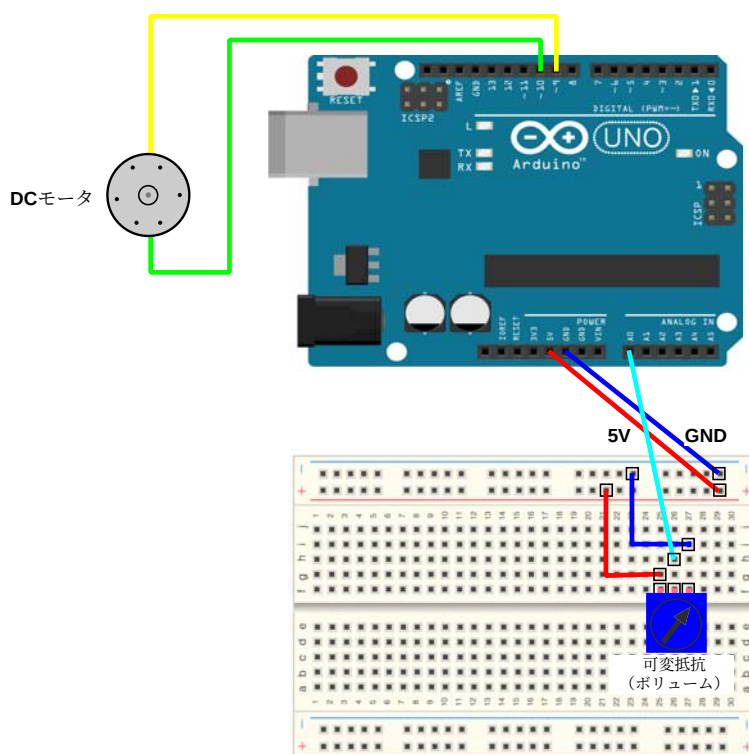

図 9: 接続図
(課題3) 図9のように、DC モータと可変抵抗を接続し、DC モータの回転速度を可変抵抗で調整できるようにする。ただし、DC モータは可変抵抗の中間値で停止し、抵抗値が中間値より小さくなると右方向に徐々に回転し抵抗値が0で回転速度が最大に、また抵抗値が中間値より大きくなると左方向に徐々に回転し抵抗値が最大値で回転速度が最大になるようにする。
そこで、図9のように DC モータの両端子を Arduino の PWM 信号が出力可能なピンに接続する。回転する際には、いずれか一方の端子を '0' にすることで GND に接続されている状態とし、もう一方の端子に PWM 信号を与える。
- 【1】 図 9 のように Arduino に DC モータと可変抵抗を接続